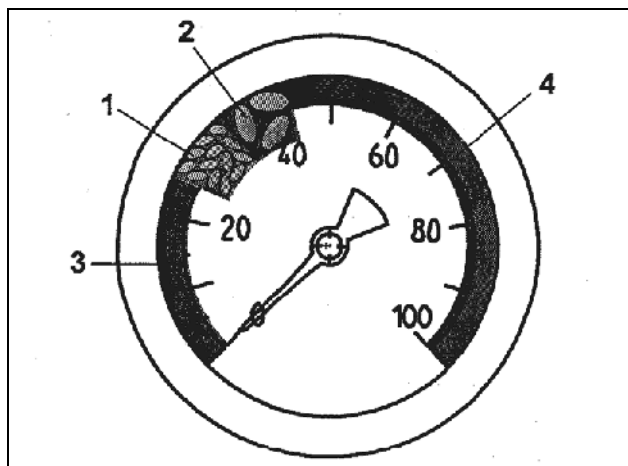

Fig. 107
- 25 og 35 mbar (Fig. 107/1) hhv.
- mellom 35 og 45 (Fig. 107/2) mbar.